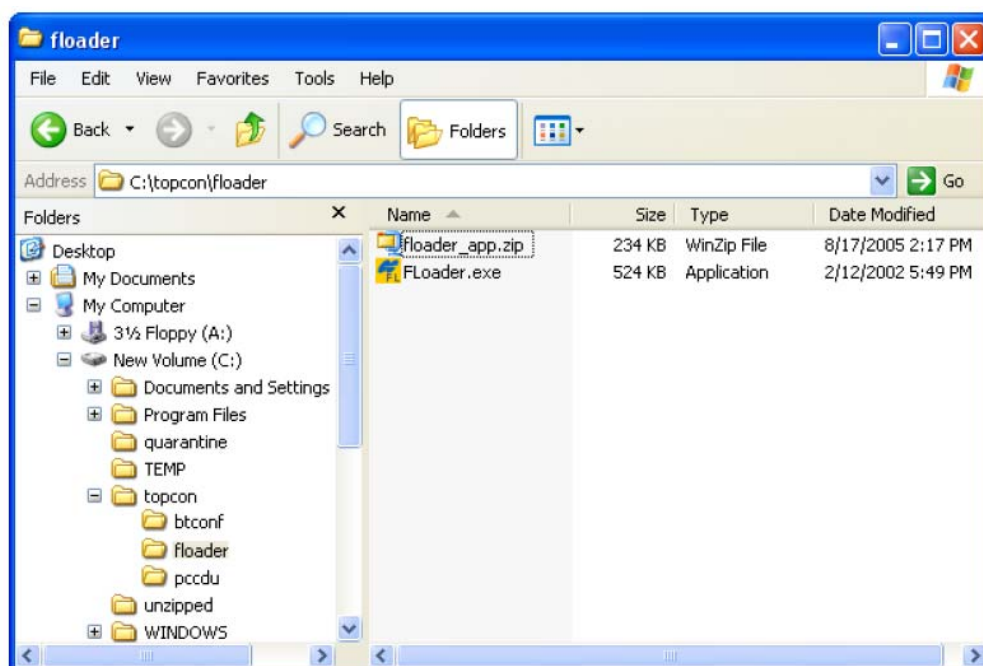

Рисунок 2-5. Извлечение программы и создание ярлыка
3. Извлеките FLoader.exe в папку FLoader (см. рис. 2-5).
4. Создайте ярлык на рабочем столе вашего компьютера для быстрого доступа к FLoader (см. рис. 2-5).